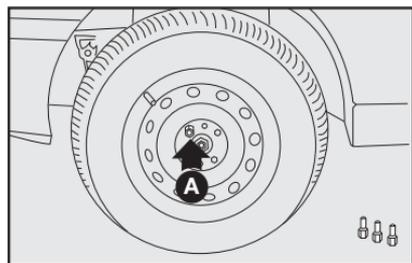

fig. 10
- Introduzca el primer tornillo **A-fig. 10**, en el orificio más cercano a la válvula de inflado.